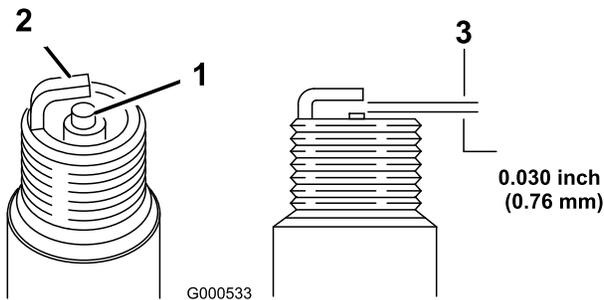

Figura 34
1. Inspeccione la bujía (Figura 34).
2. Compruebe la separación entre los electrodos central y lateral (Figura 34).